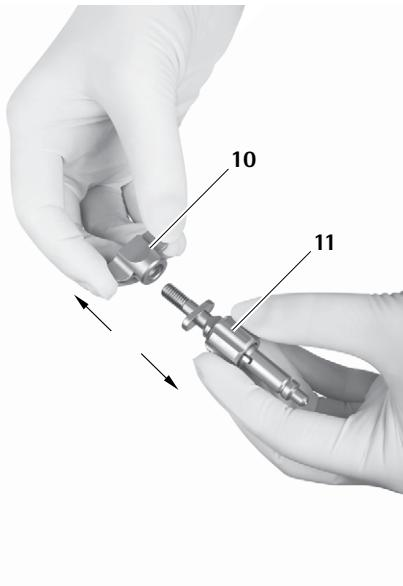

Abb. 17
- Flügelmutter **10** des Haltearmadapters **11** abschrauben, siehe Abb. 17.